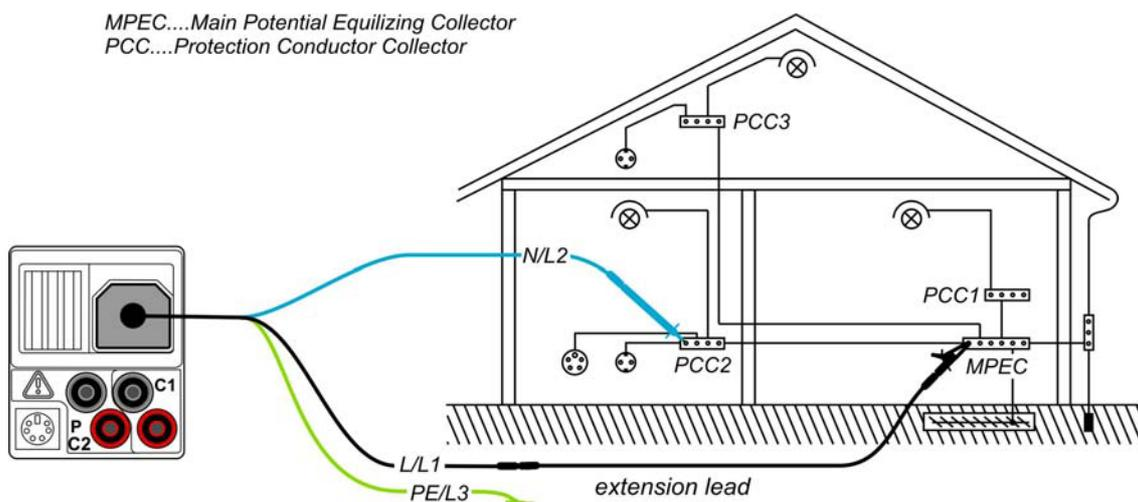

Bild 5.9: Anschluss des Universal-Prüfkabels mit optionaler Verlängerungsleitung
- **Schließen** Sie die Prüflleitungen an der entsprechenden Schutzerte-Verdrahtung an (siehe Bild 5.9).